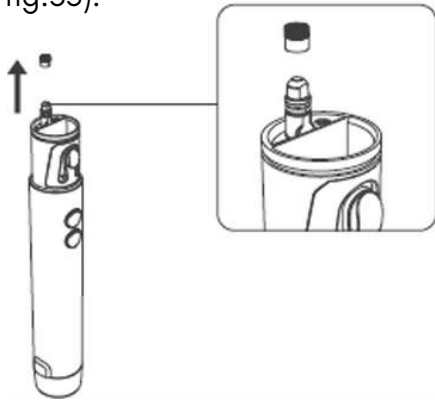

Fig. 33
5. Verwijder het filter voor het handvat van de borstel en spoel het af met schoon water (zie fig.33).